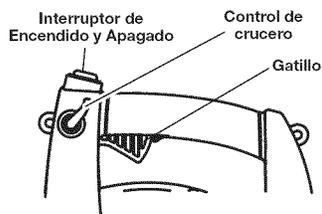

Fig. 8
NOTA: La unidad debe arrancarse en vacío. No apriete el gatillo hasta que el paso 8 (Fig. 8).
8. Apriete y sostenga el gatillo, o presione el control de cruceo (Fig. 8), y permitir que el motor se caliente durante 30 a 60 segundos.
2. Oprima y mantenga oprimido el Control de encendido y apagado en la posición APAGADO (O) hasta que el motor se detenga por completo (Fig. 8).
10. Apriete y sostenga el gatillo, o presione el control de cruceo (Fig. 8), y permitir que el motor se caliente durante 30 a 60 segundos.